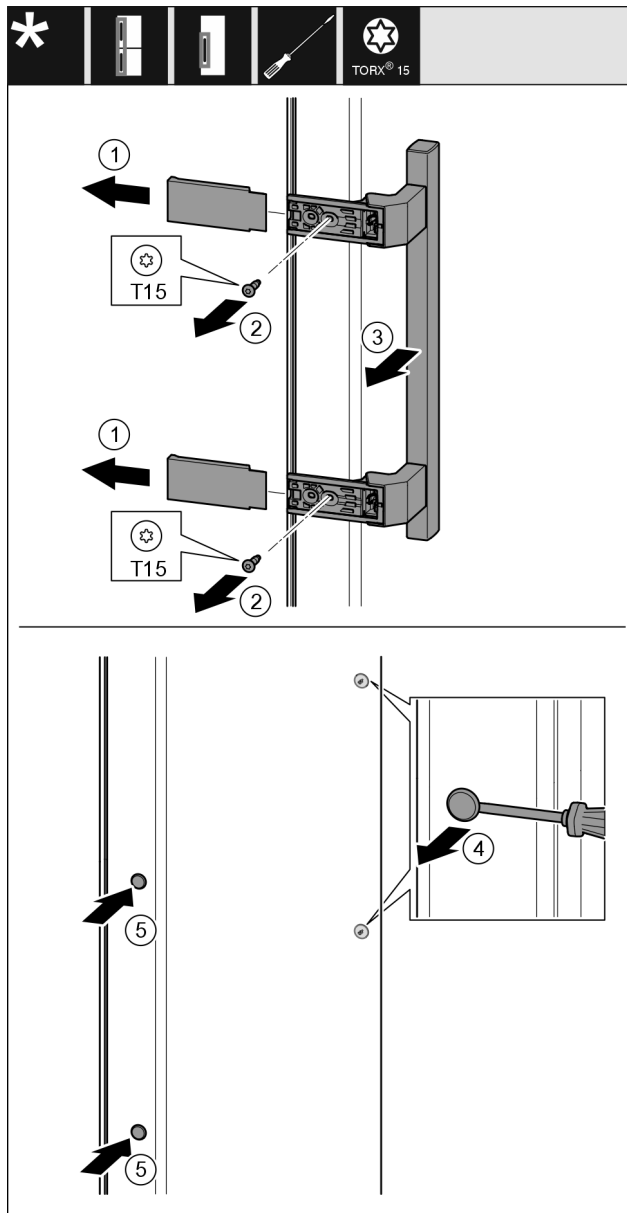

Fig. 21
- ▶ Snemite pokrov Fig. 21 (1).
- ▶ Izvijte vijake Fig. 21 (2) z izvijačem.
- ▶ Snemite ročaj Fig. 21 (3).
- ▶ Previdno dvignite stranski čep Fig. 21 (4) s ploščatim izvijačem in ga izvlecite.
- ▶ Vstavite čep Fig. 21 (5) nazaj na drugi strani.